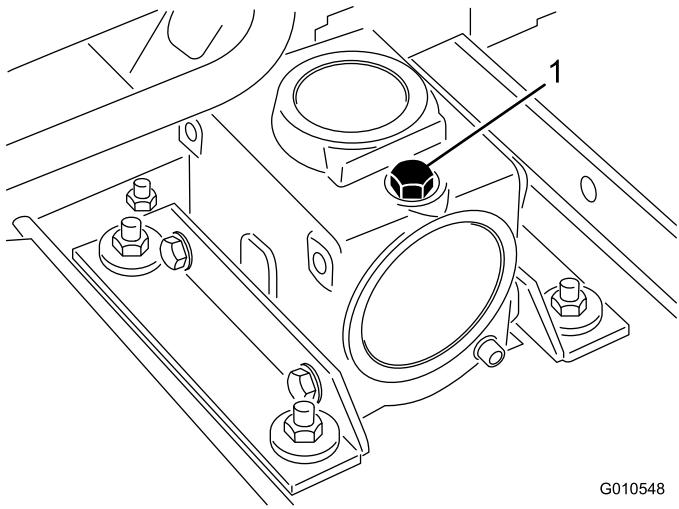

Figura 16
2. Retire la varilla/ tapón de llenado de la parte superior de la caja de engranajes (Figura 16) y compruebe que el lubricante está entre las marcas de la varilla. Si el nivel de lubricante es bajo, añada suficiente lubricante para que el nivel quede entre las marcas.